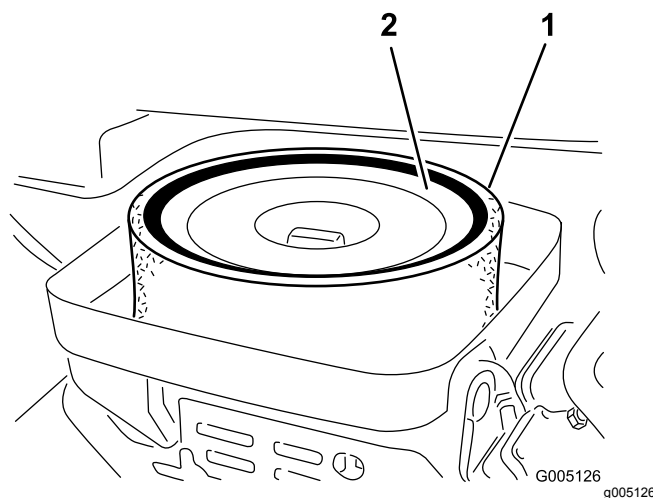

Figure 46
4. Si l'élément en mousse est encrassé, sortez-le de l'élément en papier (Figure 46). Nettoyez-le soigneusement comme suit :